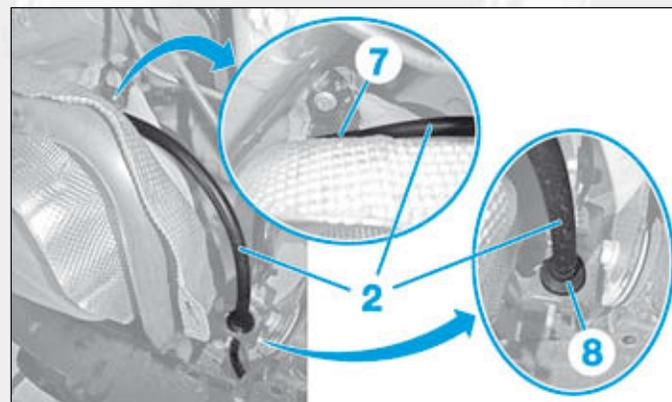

FIG.24
- Dégrafer le câble de frein de stationnement (2) en (7) et (8) (Fig.24).